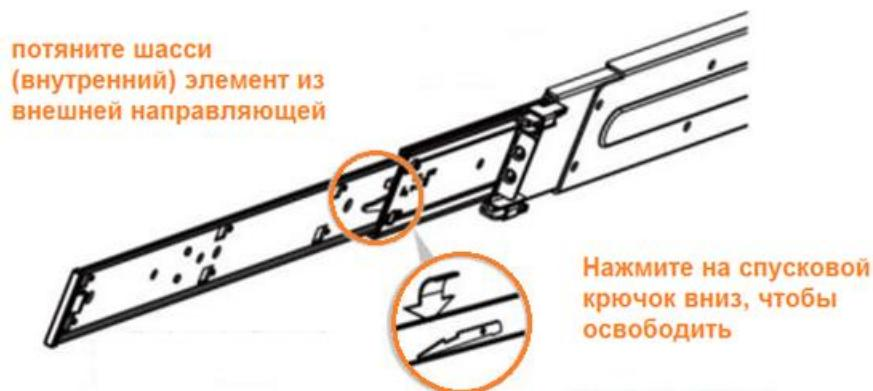
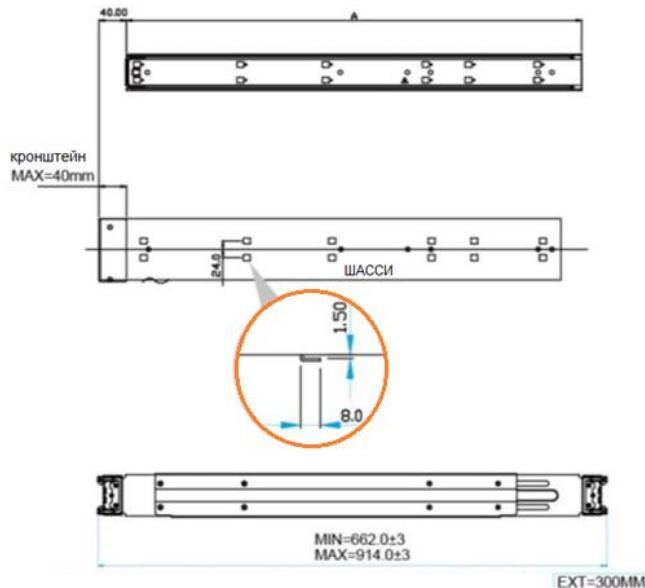

Рисунок 220 – Элементы направляющей в сборе
Рисунок 221 – Элементы направляющей в разборе
1. Раздвиньте направляющую, нажав рычажок фиксатора вниз, как показано на чертеже (см. Рисунок 220), и извлеките внутренний рельс, вытянув его из канала средней направляющей (см. Рисунок 221).